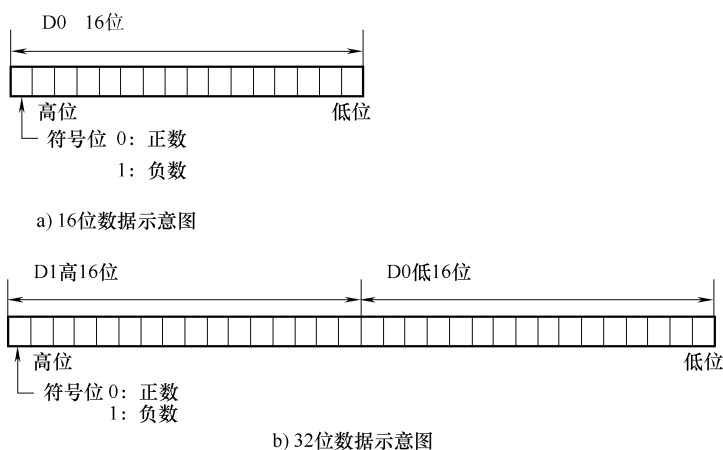

图 5-4 数据寄存器的数据长度
2) 数据寄存器为 16 位，每位都只有“0”或“1”两个数值。其中最高位为符号位，其余为数据位，符号位的功能是指示数据位的正、负；符号位为 0 表示数据位的数据为正数，符号位为 1 表示数据为负数，如图 5-4 所示。一个数据寄存器可以存储 16 位数据，相邻的两个数据寄存器组合起来，可以存储 32 位的数据。